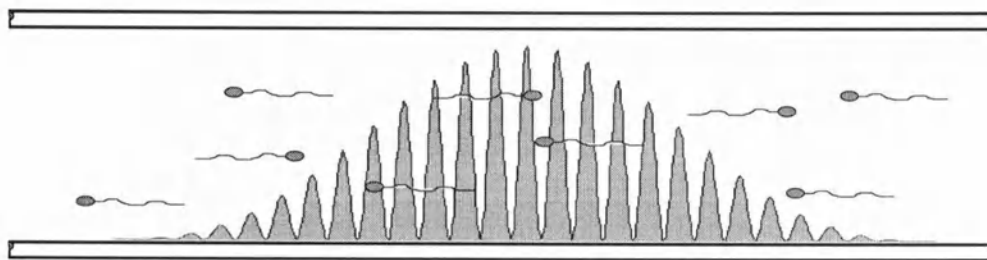

Рис. 1. Принципиальная схема прибора.
Принципиальная схема устройства показана на рисунке 1А. Эякулят добавляется в специальную стеклянную камеру (глубина камеры 200 мкм) и под действием капиллярных сил заполняет рабочую область. Интенсивность света в рабочей области камеры модулирована периодической функцией (Рис. 1Б). При движении клетки вдоль рабочей области камеры возникают периодические колебания оптической плотности. Частота этих колебаний зависит от скорости движения клетки и периода модуляции света (в указанном устройстве периодичность модуляции света составляет 15 мкм). Колебания интенсивности света регистрируются фотоприемником, затем полученный сигнал поступает в аналого-цифровой преобразователь и далее в компьютер. После спектрального анализа сигнала, по его мощности в заданном диапазоне частот определяется количество клеток, движущихся в заданном диапазоне скоростей. Анализ флуктуаций оптической плотности, вызванных движением клеток через оптический канал, позволяет, также, определить концентрацию клеток в образце. Этот метод применялся ранее для определения концентрации клеток крови (5).